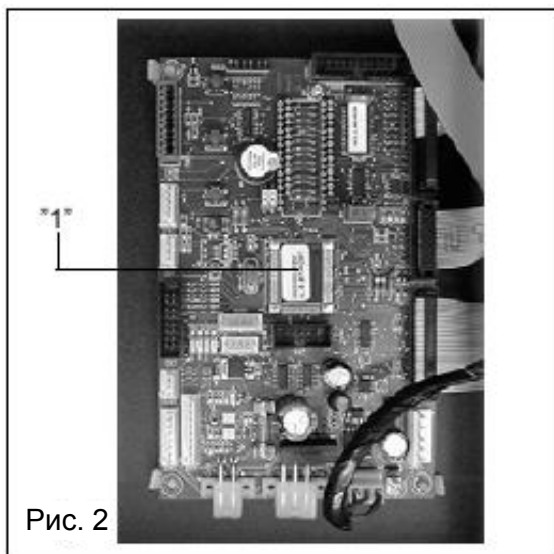

Рис. 2
- Версию программы микропроцессора (см. наклейку на плате процессора) (1, рис. 2).
- код и версию платы сбоку на плате процессора (2, рис. 2).